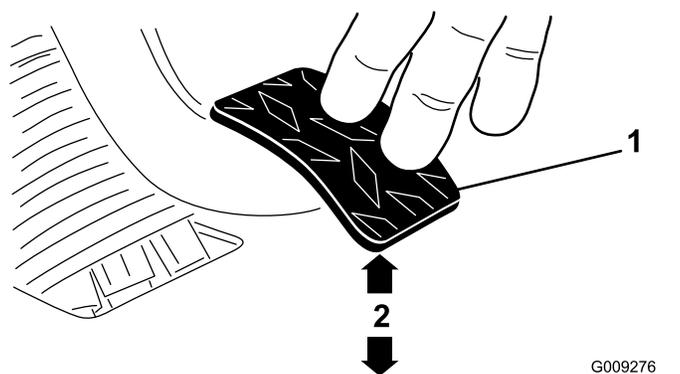

Рисунок 65
3. Регулируйте зажимные гайки или шарнир до тех пор, пока задняя кромка педали сцепления не будет находиться на расстоянии 9,2–9,8 см от верха доски пола с ромбовидным рисунком, когда к педали прикладывается усилие 1,8 кг (Рисунок 65).